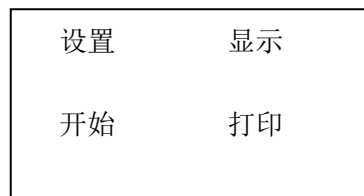

图 1
- (1) 将控制面板上升压速度开关按至试验要求位置。
- (2) 开启电源开关，计算机进行自检，两秒钟后自动切换至测试主程序，液晶显示如图 1，此时按”设置”进行打压设定；